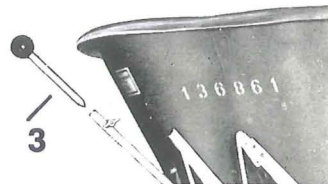

Fig. 8
Dans les tournants en bout de champ fermer les deux vannes: sur le ZA-S en actionnant le levier de commande (fig. 8/3); sur le ZL-S, il faut tirer **les deux leviers** de commande vers le haut.
12. Dans le cas d'**engrais pulvérulents humides**, déplacer les **aubes courbes** sur les disques de distribution (voir article C). Ne pas oublier de remettre ces aubes dans leur position normale (N) pour les engrais granulés.
13. Pour la distribution de superphosphate, de marne calcaire et d'engrais granulés humides (à la suite d'un mauvais stockage), enlever l'anneau d'engrais adhérent au fond de la trémie à l'aide de la rallonge du levier de commande latérale sur le ZA-S (fig. 8) et à l'aide de l'axe de butée sur le ZL-S. Enlever également le dépôt d'engrais adhérent aux aubes de distribution et aux orifices d'alimentation.